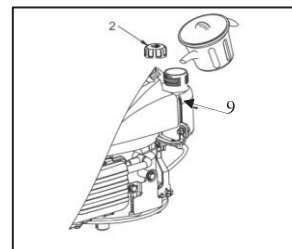

Fig. 4
1. Remova a tampa do combustível (2).
2. Acrescente o combustível até ao limite do nível de combustível no gargalo do tanque de combustível (9). (Ver Fig. 4)